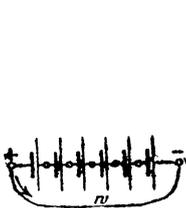
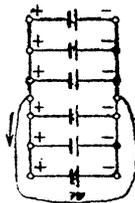

Fig. 22. Reihenschaltung.
Fig. 23. Parallelschaltung.
Elemente können entweder alle in Reihenschaltung (Hintereinanderschaltung) (Fig. 22) oder in Parallelschaltung (Fig. 23) oder in Reihenparallelschaltung (auch gemischte Schaltung genannt) (Fig. 24a u. b) ver-
bunden werden. Ist  $E$  die elektromotorische Kraft,  $w_i$  der innere Widerstand eines Elementes,  $n$  die Anzahl der hintereinander geschalteten Elemente, so ist für Fig. 22
Ist in Fig. 23  $m$  die Anzahl der parallel geschalteten Elemente, so wird
91. Jemand besitzt 6 [36] (48) Elemente, von denen jedes eine EMK von 1,5 [1] (1,8) V und einen inneren Widerstand von 1 [1,2] (0,9)  $\Omega$  besitzt. Der äußere Widerstand des Stromkreises beträgt 1,5 [43,2] (4,8)  $\Omega$ . Wie groß wird die Stromstärke, wenn
- a) alle Elemente nach Fig. 22 hintereinander geschaltet werden,
- b) alle Elemente nach Fig. 23 parallel geschaltet werden,